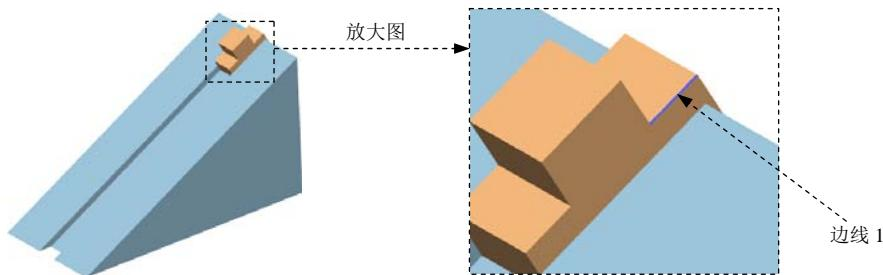

图 6.2.2 定义运动副
Step7. 定义连杆 2 中的滑动副。选择下拉菜单 **插入 (S)** → **运动副 (M)...** 命令，系统弹出“运动副”对话框；在“运动副”对话框 **定义** 选项卡的 **类型** 下拉列表中选择 **滑动副** 选项；在模型中选取图 6.2.2 所示的边线 1 为参考，系统自动选择连杆、原点及矢量方向；单击 **确定** 按钮，完成滑动副的定义。